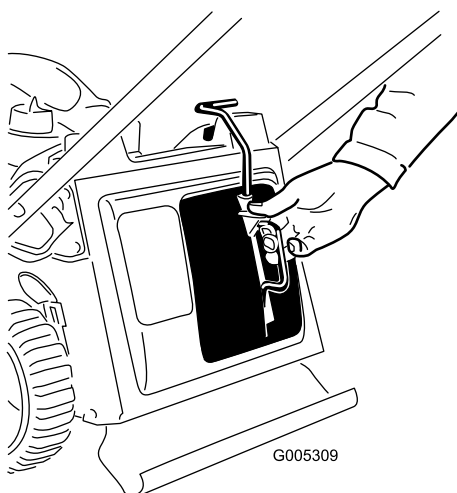

Bild 32
3. Setzen Sie den Mulchverschluss ein (Bild 32).